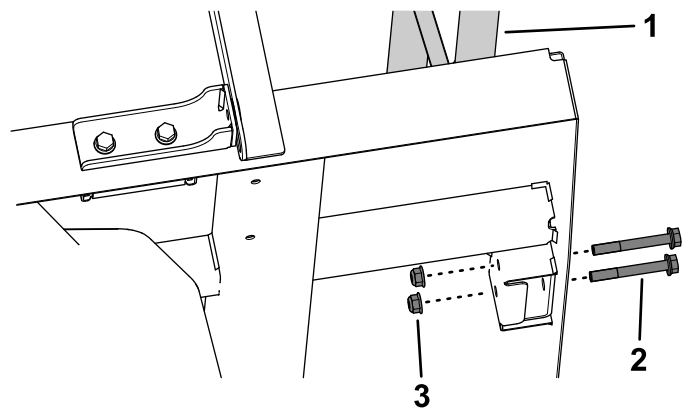

图7
2. 如图7所示用4个凸缘头螺栓5/16 x 2-1/2 英寸和4个凸缘锁紧螺母5/16 英寸将前部管子支撑板安装到延长货斗上。